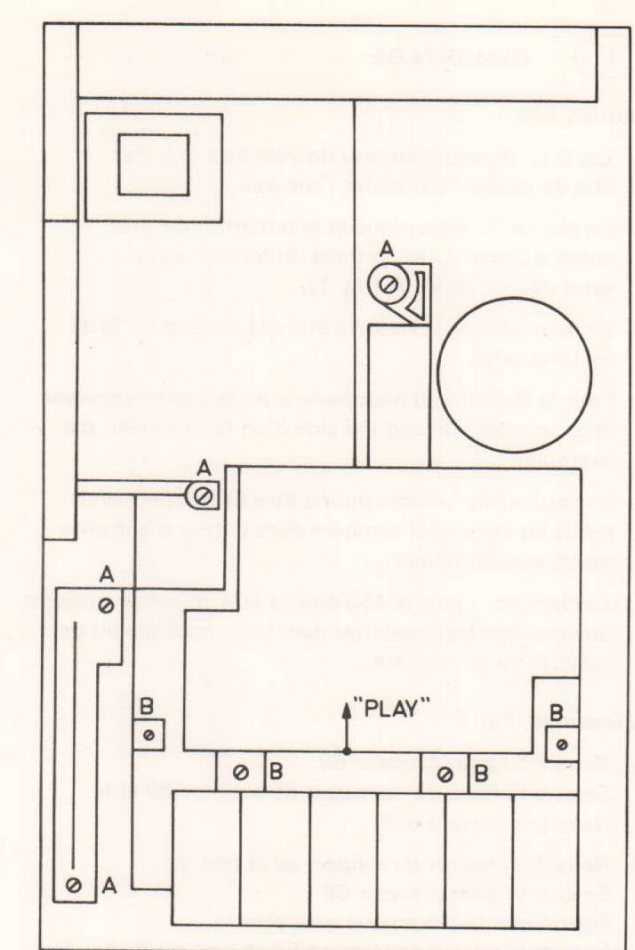

Fig. 1 16823B12
Gehäuse, Abb. 1
- b. Nachdem die Schrauben A (Fig. 1) entfernt worden sind, kann die Printplatte, das Mechanismus und der Lautstärkeregler aus dem Gehäuse entnommen werden.
Zugfeder 54 und die vier Schrauben B (Fig. 1) entfernen.